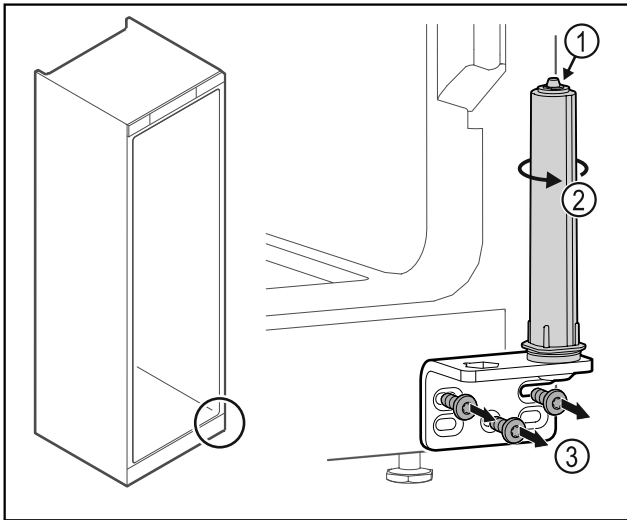

Fig. 30
- Ne pas désassembler le système de fermeture de la porte Fig. 30 (1).
- Tourner le système de fermeture Fig. 30 (2) jusqu'à entendre un clic.
- Dévisser l'équerre de la charnière Fig. 30 (3).